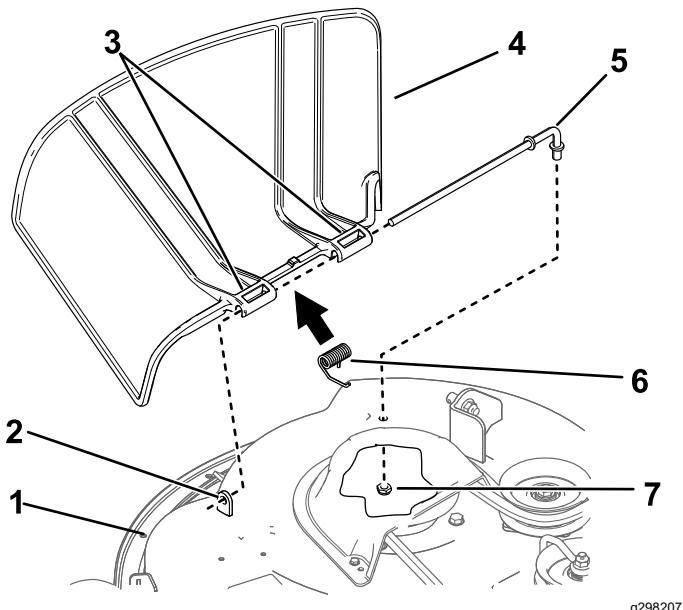

Figura 68
1. Retire la tuerca ($\frac{3}{8}$ ") de la varilla (debajo del cortacésped) (Figura 68).
2. Retire la varilla del espaciador corto, del muelle y del deflector de hierba (Figura 68).
4. Instale el deflector de hierba nuevo (Figura 68).
7. Deslice la varilla por el segundo pivote del deflector de hierba (Figura 68).
9. Sujete el extremo trasero de la varilla al cortacésped con una tuerca (3/8"), según se muestra en Figura 68.